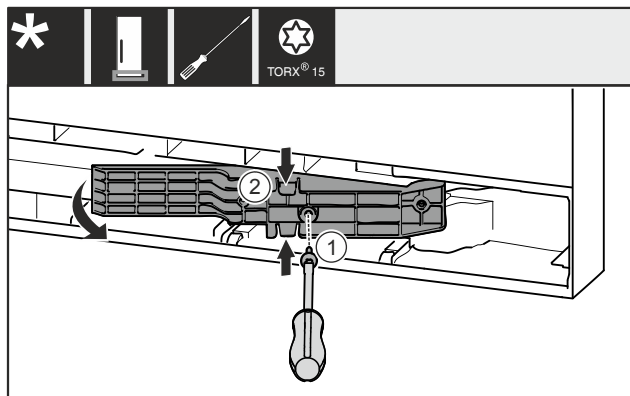

Fig. 12 *
- ▶ Távolítsa el a csavart Fig. 12 (1)*
- ▶ Finoman nyomja össze az illesztődarabot Fig. 12 (2) alul és felül, és húzza ki.*